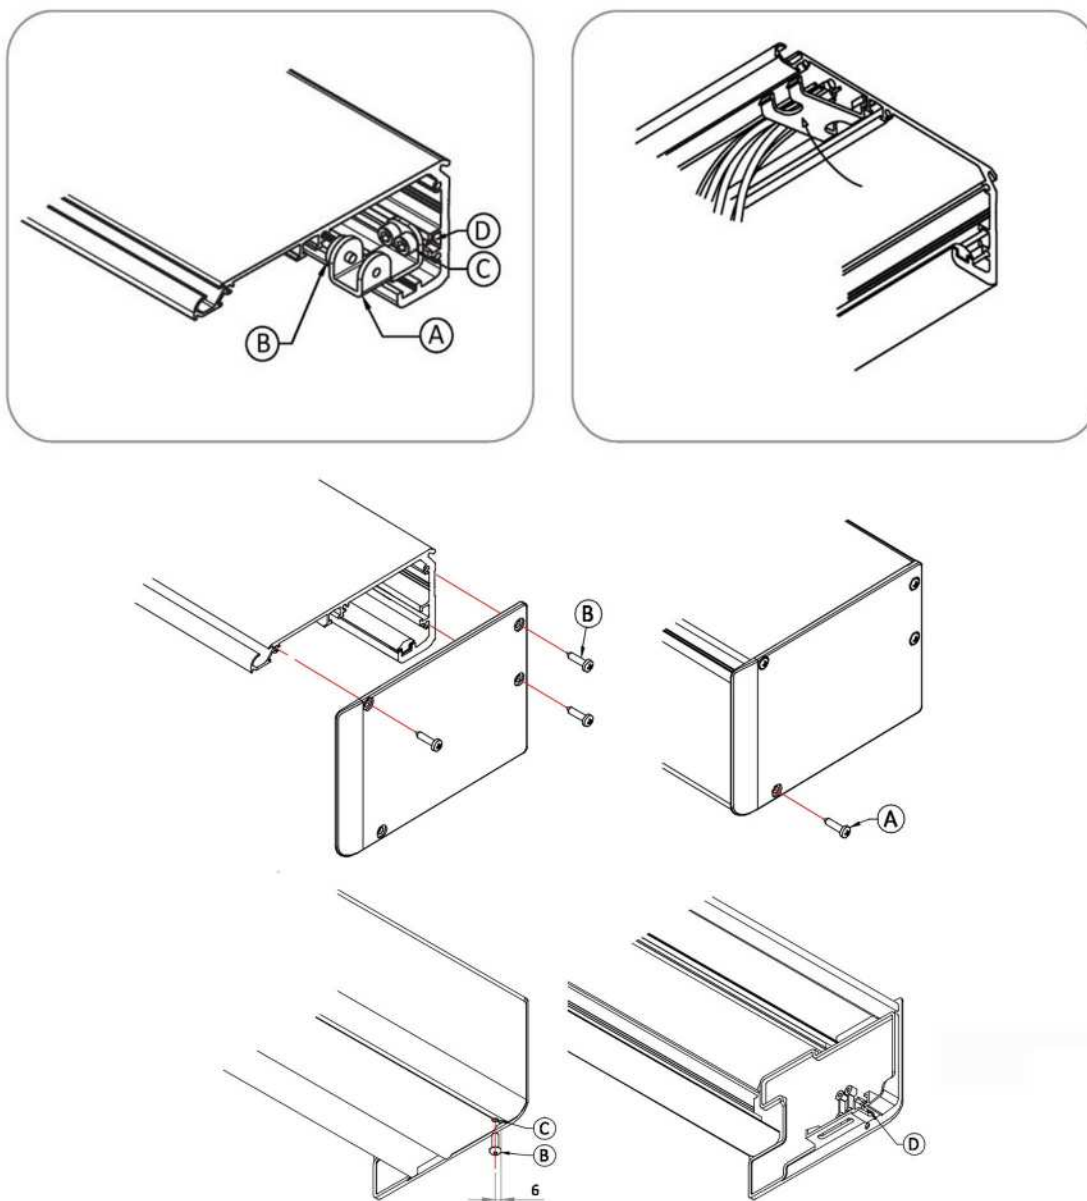

Fig.19
- Posicione el accesorio de goma Fig.19 , Part. B, en el lado del estribo Part. A, en contacto con el carro.
Teniendo en cuenta la Fig. 19, ajuste la cubierta usando los tornillos A en los alojamientos respectivos presentes sobre los cabezales.